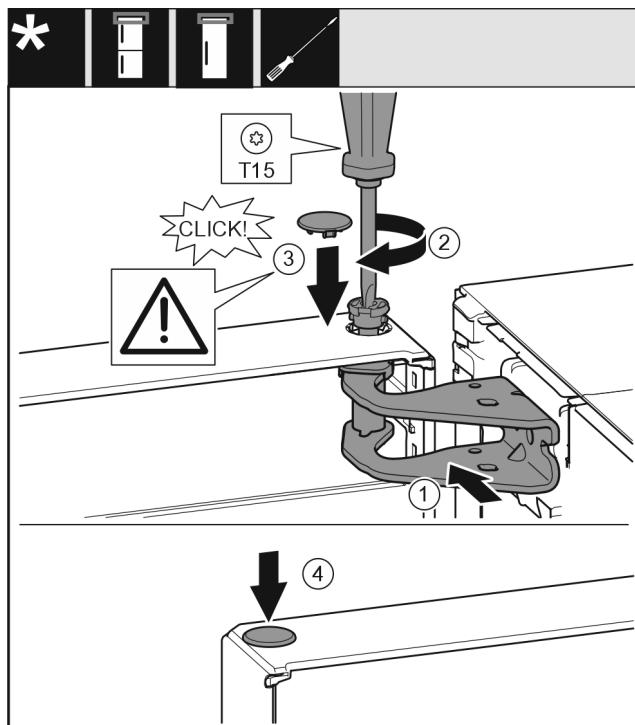

Fig. 21
- Vrata zgoraj naravnajte k odprtini v ležajnem podstavku. Fig. 21 (1)
- Vstavite sornik in ga privijte z izvijačem T15. Fig. 21 (2)
- Montirajte varovalni pokrov za varovanje vrat: Vstavite varovalni pokrov in preverite, če se nalega na vrata. V nasprotnem primeru sornike vstavite v celoti. Fig. 21 (3)
- Vstavite čep. Fig. 21 (4)